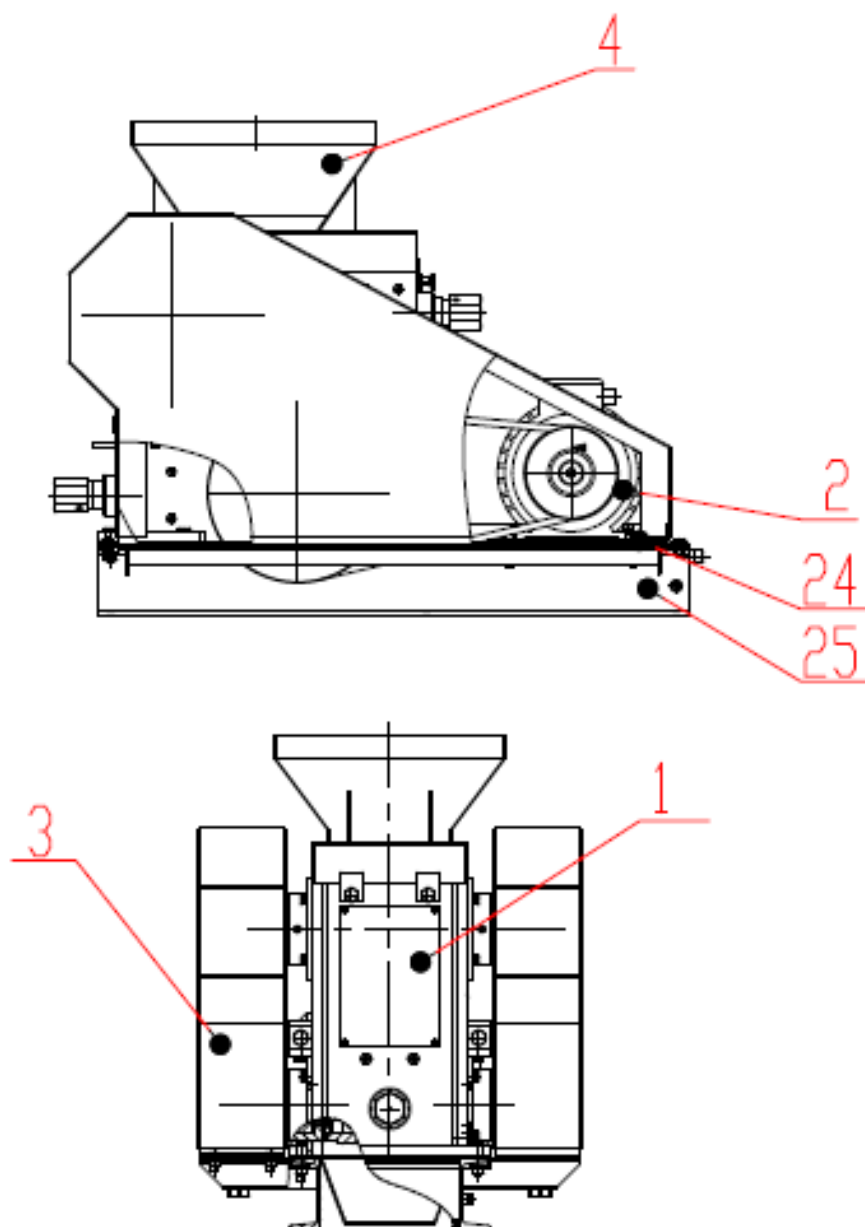
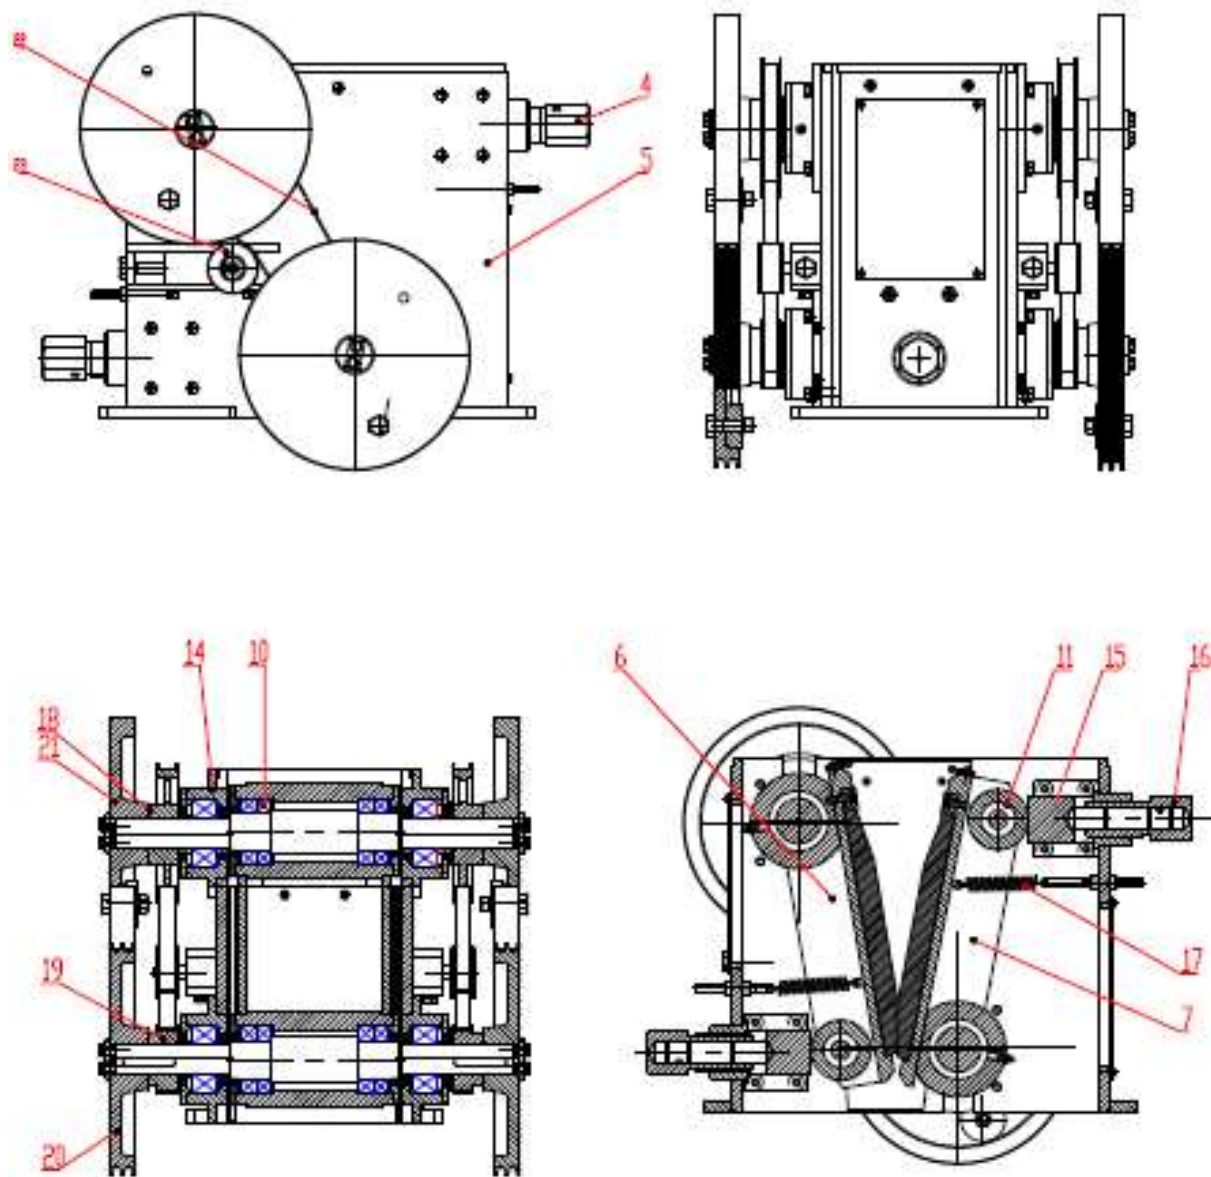

Рис. 1
Рис. 2
Устройство дробилки представлено на рис.1 и рис.2.
Дробилка (рис.1) состоит собственно из дробилки (1) , приводного двигателя (2), кожухов (3), воронки (4) и рамы (25).
Собственно дробилка показана на рис.2.